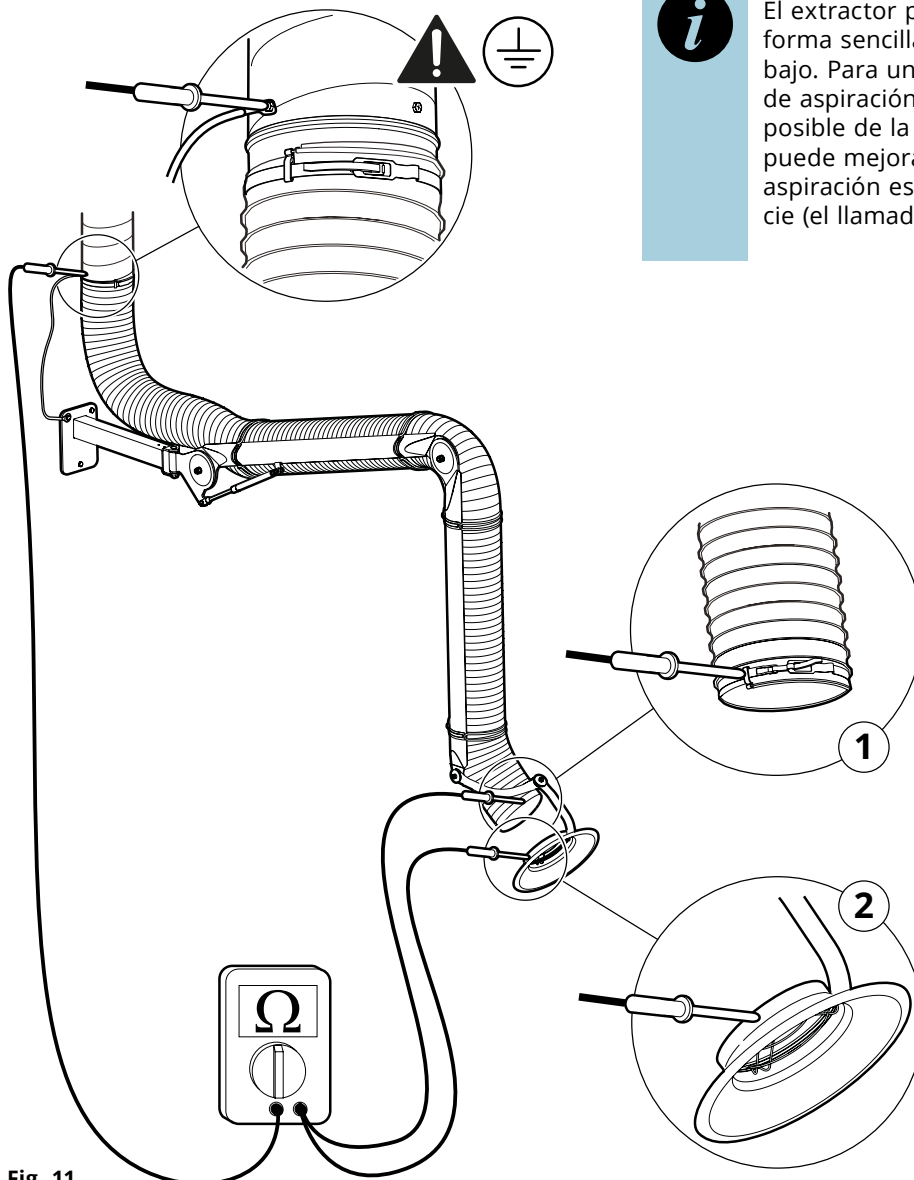

Fig. 11
3. Compruebe la resistencia de la manguera con un ohmímetro calibrado, consulte la 1, **Fig. 11**. La resistencia entre los puntos de medición (placa de masa/ extremo de la manguera) debe estar por debajo de 1 MΩ.
4. Compruebe la resistencia del extractor puntual con un ohmímetro calibrado, consulte la 2, **Fig. 11**. La resistencia entre los puntos de medición (placa de masa/cubierta) debe estar por debajo de 1 MΩ.